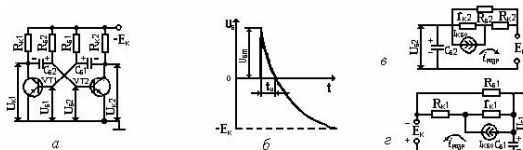

Рис. 1.1
6. Какие допущения приняты при использовании в расчете элементов мультивибратора в эквивалентных схемах (рис.1.1в и рис.1.1г)?
7. По каким цепям происходит заряд и перезаряд конденсаторов $C_{61,2}$ (рис.1.1а)?